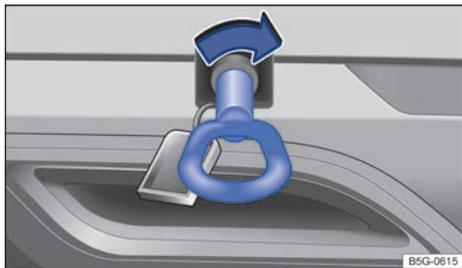

Fig. 211 En el lado derecho del paragolpes trasero: enroscar la argolla de remolque.
- Enrosque la argolla de remolque en el alojamiento → fig. 211 girándola al máximo **en el sentido de las agujas del reloj** → ①. Utilice un objeto adecuado con el que pueda enroscar completa y fijamente la argolla de remolque en su alojamiento.